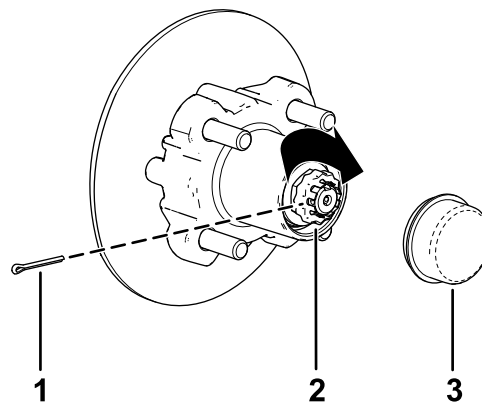

Figura 34
8. Coloque el retén sobre la tuerca y compruebe la alineación de la ranura del retén y el taladro de la claveta del eje (Figura 34).
9. Instale la claveta y doble las patas alrededor del retén (Figura 34).
10. Instale el tapón guardapolvo sobre el cubo (Figura 34).